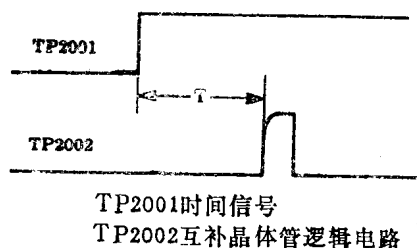

图 21
3. 调整VR2002, 使“T”周期在 0.4 ± 0.4 毫秒间, 见图21。